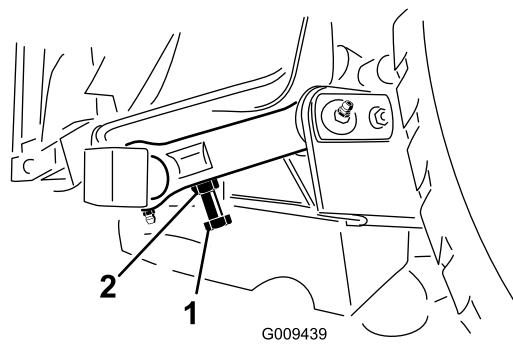

Figura 26
3. Para ajustar la distancia, localice el perno de ajuste del acoplamiento basculante trasero de la carcasa de corte (Figura 26).